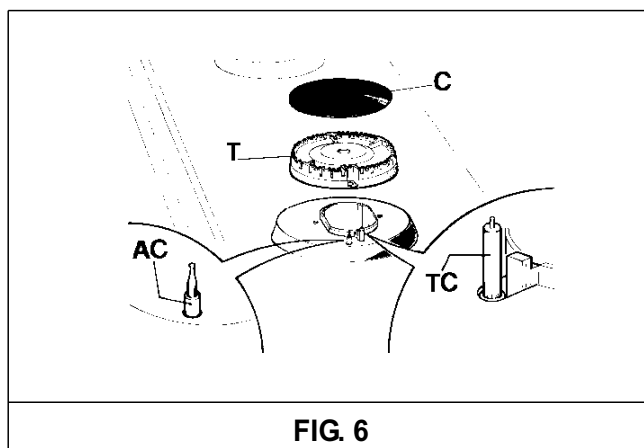

FIG. 6
Se si vuole mantenere la superficie del piano lucente, è molto importante lavarla dopo ogni utilizzo con acqua saponata tiepida, risciacquarla ed asciugarla. Allo stesso modo devono essere lavati le griglie smaltate, i coperchietti smaltati "C" e le teste bruciatori "T" (vedi fig. 6).
- **verificare che le fessurazioni delle teste bruciatori "T" (fig. 6) non siano otturate da corpi estranei.**
- **Assicurarsi che il coperchietto smaltato "C" (fig. 6) sia posizionato correttamente sulla testa bruciatore. Questa condizione può ritenersi soddisfatta quando il coperchietto posizionato sulla testa risulti perfettamente stabile.**